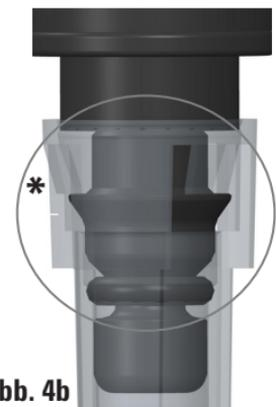

Abb. 4b
1. Setzen Sie die ClipTip-Spitze in den Halter und drücken Sie die Pipette mit leichtem Druck auf die Spitze, bis sie einrastet (weiches Klickgeräusch). Sie sitzt korrekt, wenn die Clips* (Abb.4b) in der Spitzenthalerung arretiert sind. Wenden Sie beim Anbringen der Spitzen keine Gewalt an – leichtes Andrücken genügt.